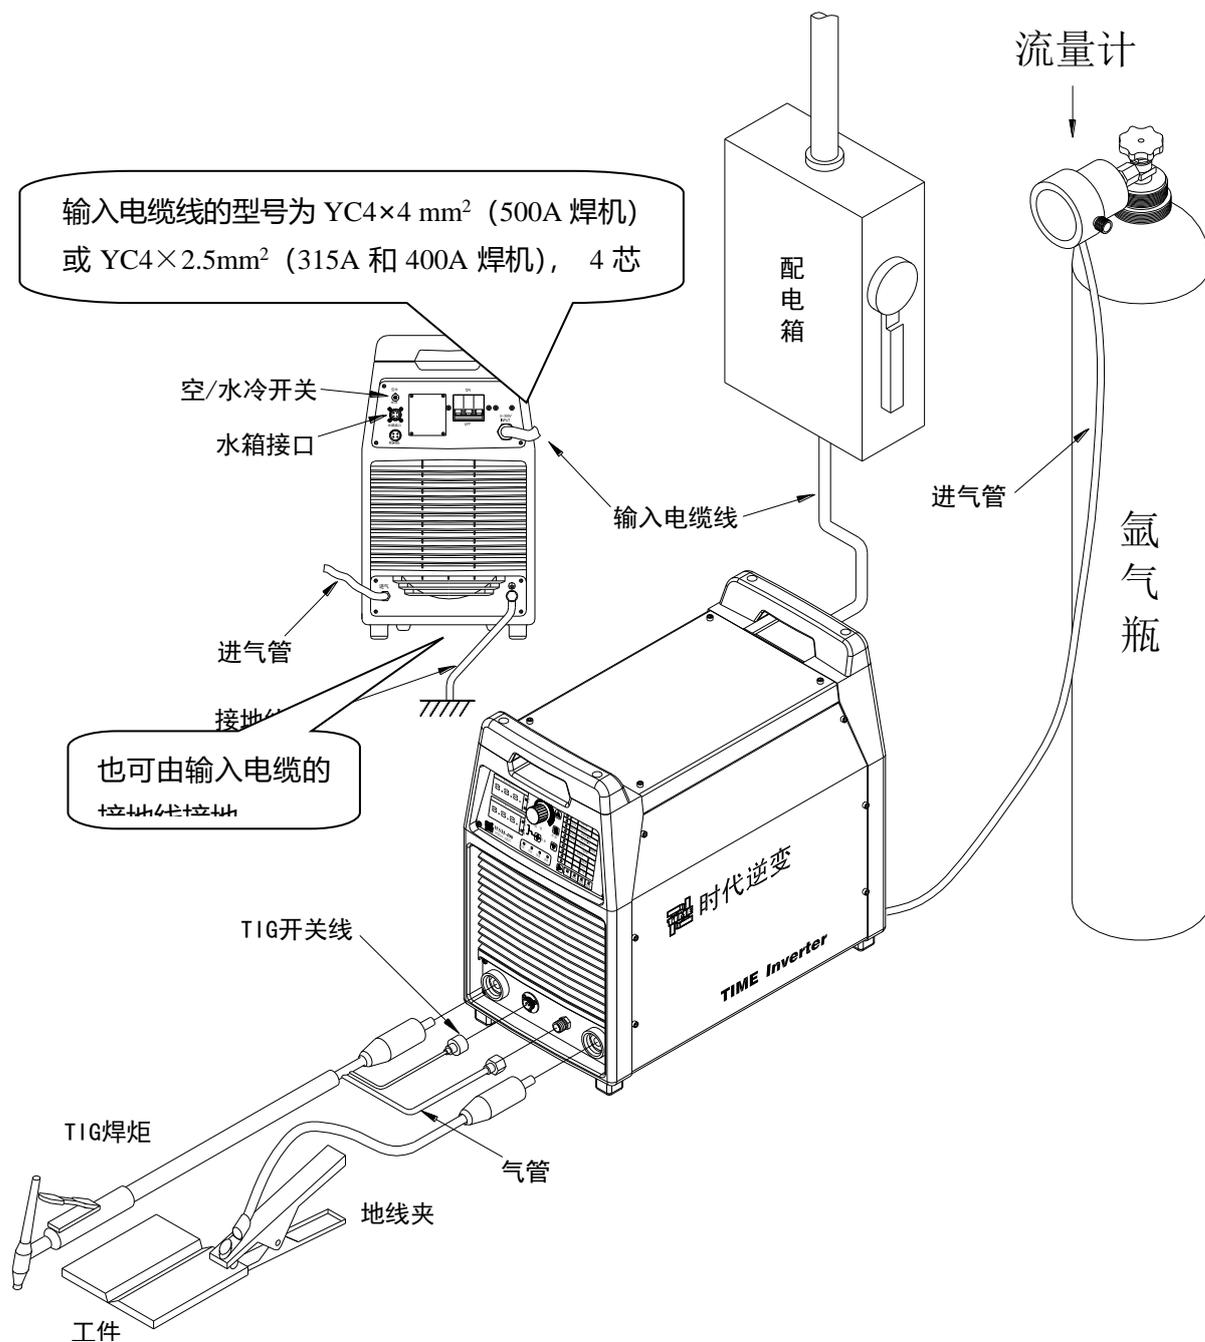

图 6.2 TIG 焊安装图(焊机应以实物为准)
6.2.1 氩弧焊(TIG)的安装（参考图 6.2）
- 图 6.2 为直流正接法, 若使用直流反接, 请将 TIG 焊枪与地线夹电缆插头对调插在焊机输出端子上, 但一般不推荐使用, 只有在某些特定材料焊接时根据工艺要求采用此种接法。